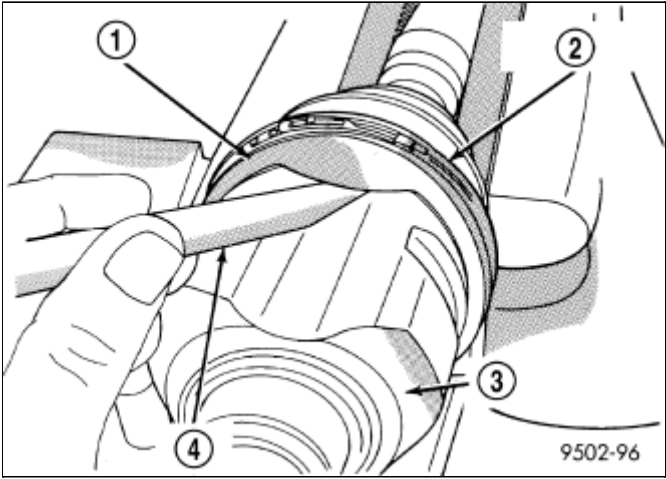

图 7 为三脚接头通风插入的整理棒
10. 在CV万向节外壳与密封防尘罩镶嵌件之间插入整理棒（4）\(图 7\), 借此为内CV万向节外壳通风。 当在三脚外壳与密封防尘罩之间插入整理棒时, 确保整理棒保持扁平并紧贴在三角外壳上。 如果不这么做, 密封防尘罩就可能受损。